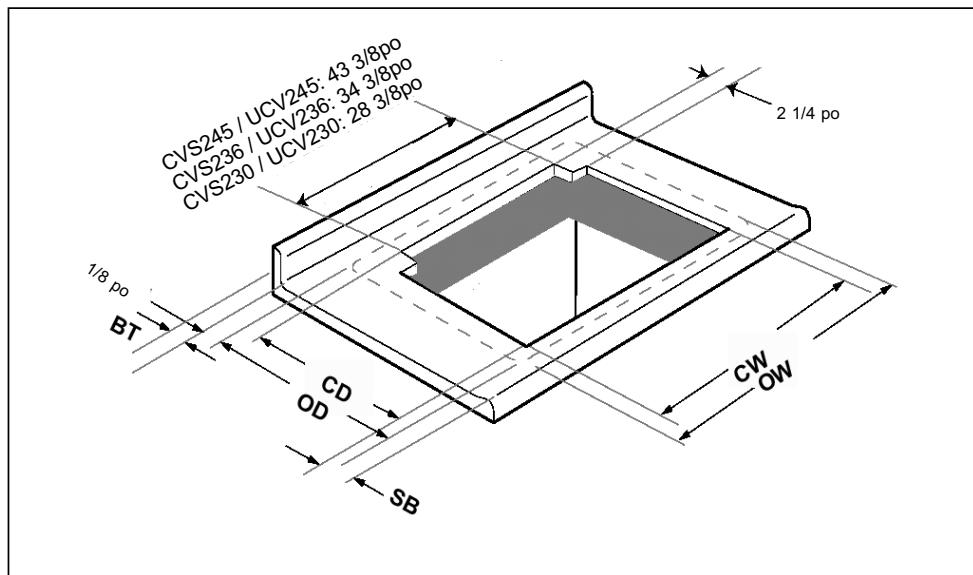

Fig. 8
B. INSTALLATION AVEC AUTRE MARQUE DE PLAQUE DE CUISSON (figure 8)
Voir figure 8 pour les largeurs de découpe CVS2 / UCV2 et les définitions de dimensions.
6. Couper le plan de travail avec les dimensions : CD, CW et SB comme définies à la figure 8.